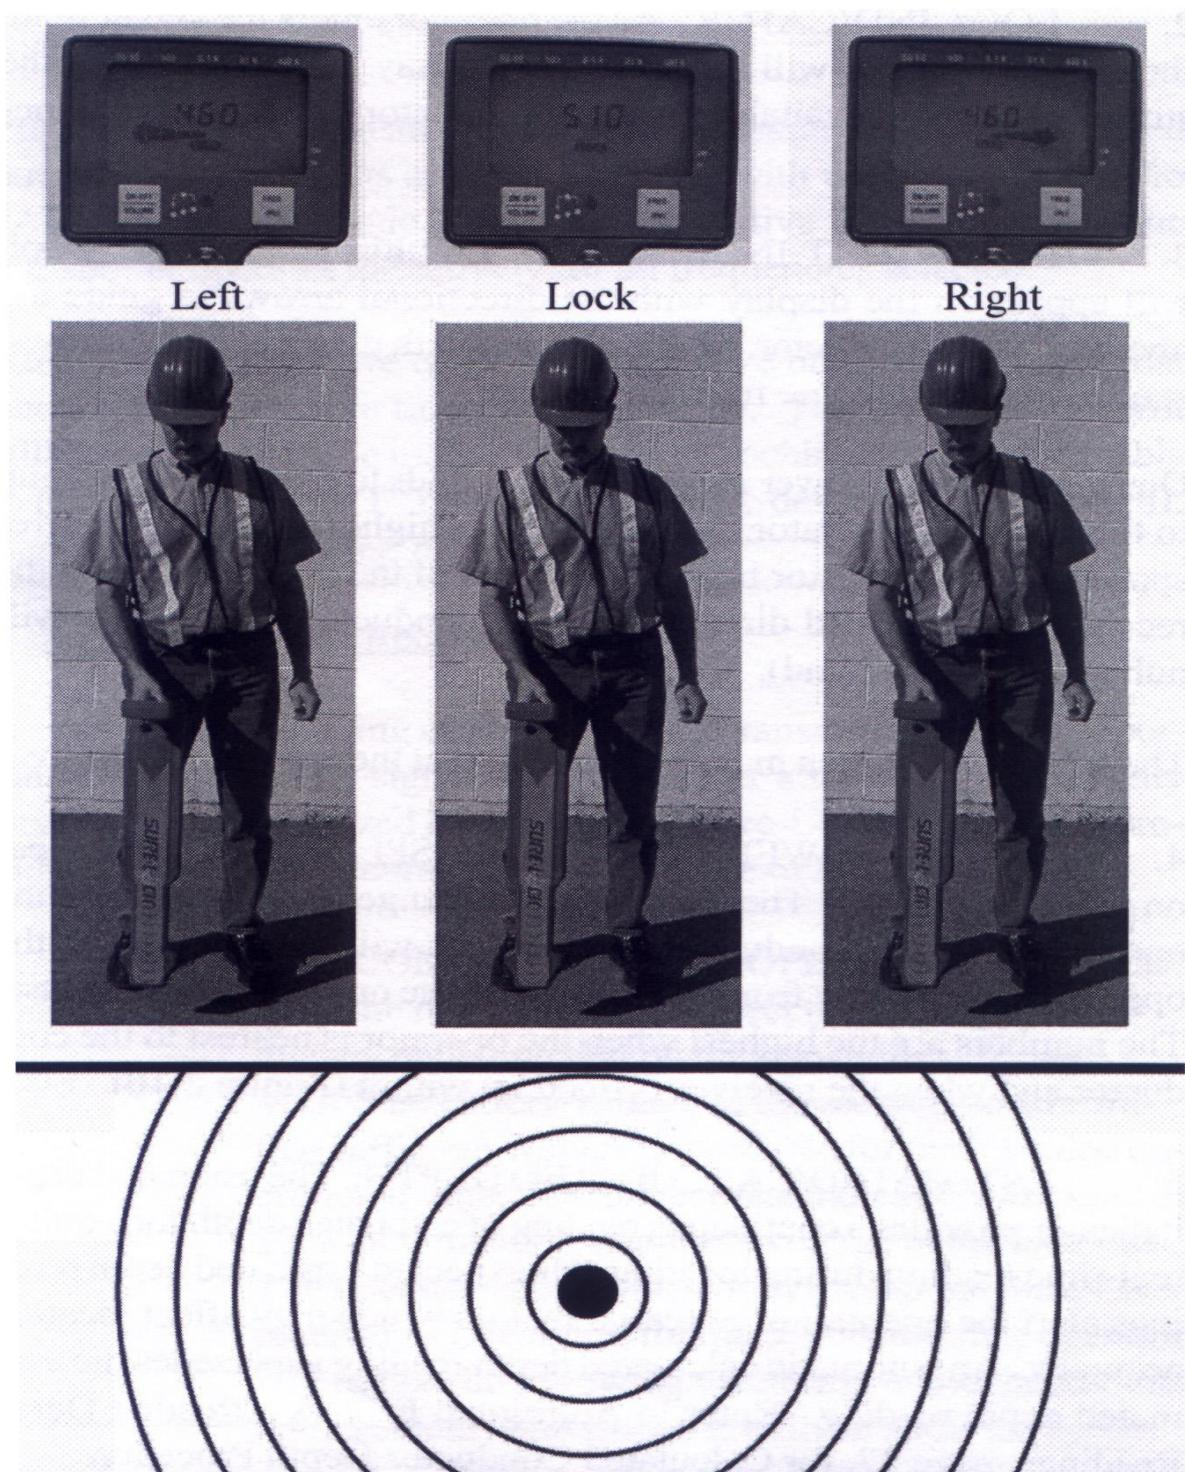

图 2-10
4. 信号显示: 信号强度指示会出现在显示器面板上, 数字的范围在 0~999 之间变化, 当操作人员向导体靠近, 则该数值增大, 相反地, 远离导体则数值减小. 当该数值达到最大值时, 表明操作人员离导体很近, 并且接收器与导体成一条直线(见图 2-10).